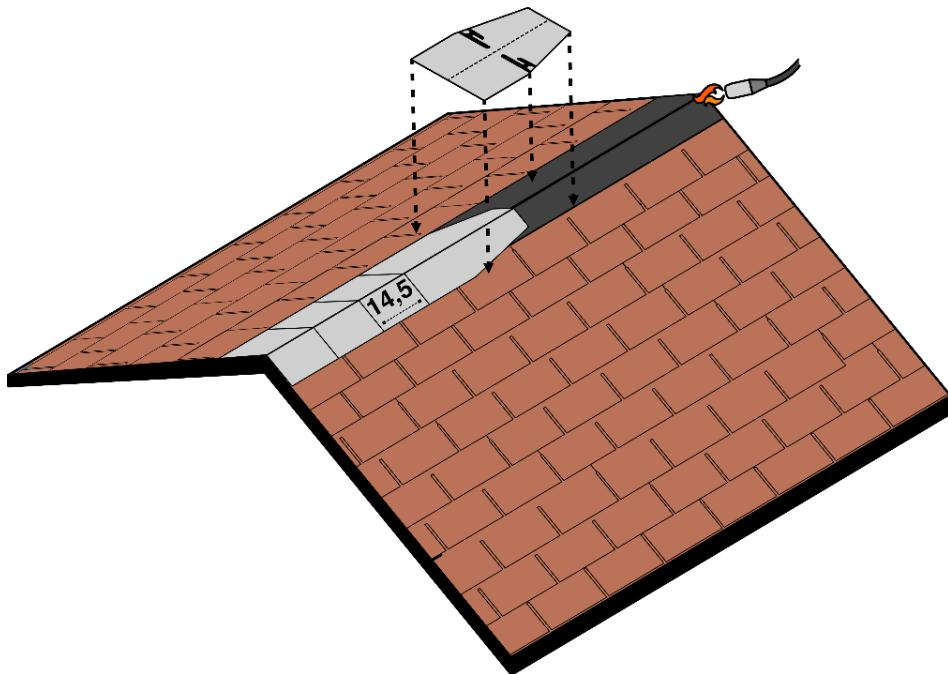

Fig. 19 – Installazione elementi colmo a fiamma
- Applicare sul colmo una fascia di membrana bituminosa Safety EPP a fiamma - Fig. 19.
- Procedere con la posa degli altri elementi colmo in sequenza, lasciando una parte esposta di 14,5cm tra un elemento e quello successivo, vedi Fig. 19.